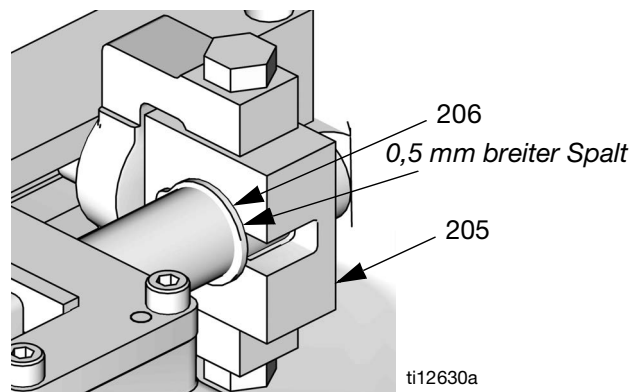

ABB. 29: Federring des Mischverhältnisstabs
- Lösen Sie die Sechskantschrauben(204) auf dem Mischverhältniseinstellstift.
- Drehen Sie den Mischverhältnis-Einstellknopf (201) im Uhrzeigersinn, um das Verhältnis zu erhöhen, bzw. gegen den Uhrzeigersinn, um das Verhältnis zu verringern, bis der mechanische Mischverhältnisarm auf den gewünschten Wert eingestellt wurde (**im Beispiel 1.19**).
- Ziehen Sie die Sechskantschrauben (204) auf dem Mischverhältniseinstellstift an.
- Schieben Sie die Führung des Mischverhältnisstabs (205) so, dass zwischen der Führung des Mischverhältnisstabs (205) und dem Federring (206) eine 0,5 mm große Lücke bleibt, wie dargestellt in ABB. 29.